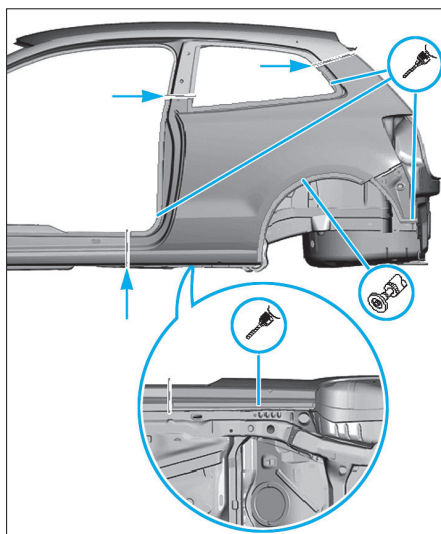
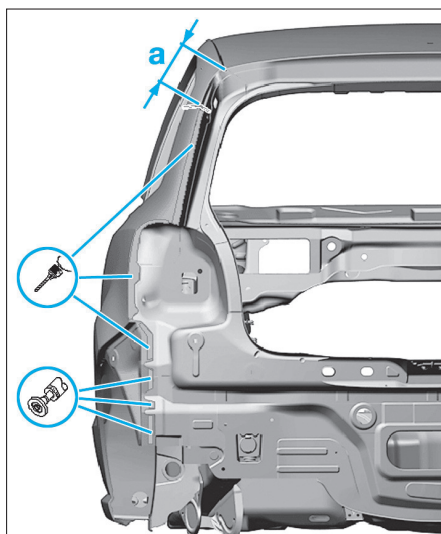

FIG. 99
FIG. 100
- Couper l'aile arrière en respectant la cote (a) (Fig.100), selon le plan de coupe possible (Fig.99), puis dépointer.